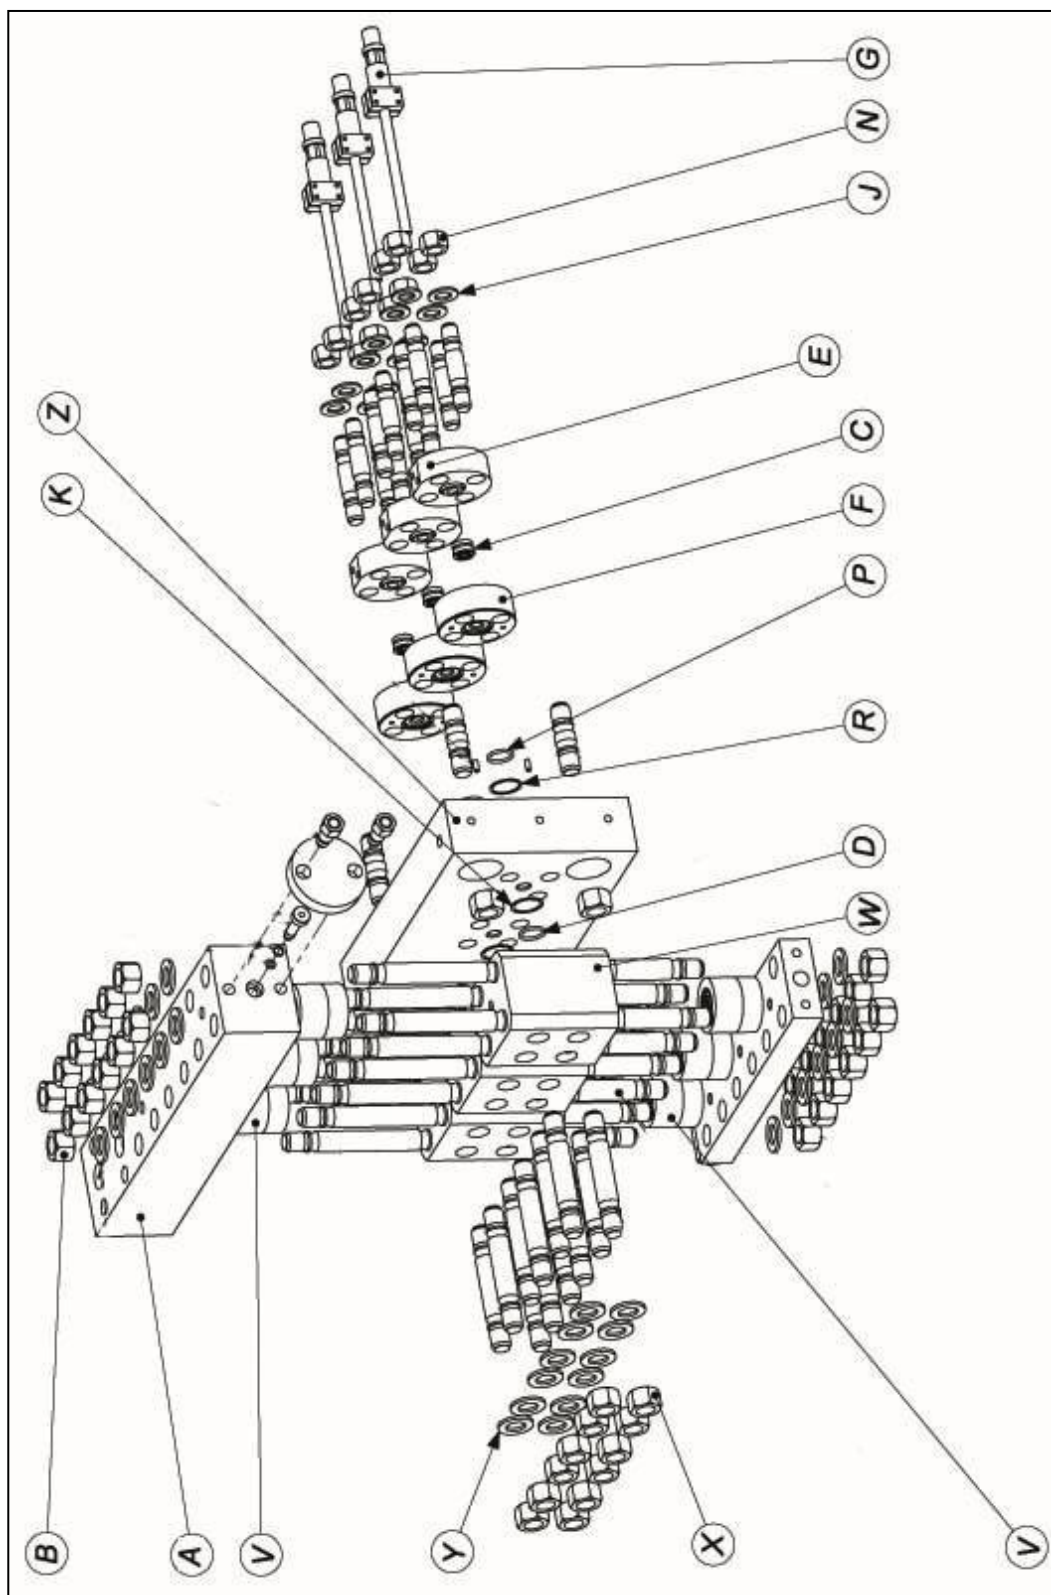

ABBILDUNG 4.4.3
Siehe Abbildung 4.4.3:
- in der Ansaugung: der Ansaugsammler gelöst und abmontiert werden, die Befestigungsflansche der Ventilgruppe (wenn vom Sammler getrennt, Pos. U Abbildung 4.4.3) ausgebaut werden*
- am Zufluss: der Zuflusssammler (Pos. A, Abbildung 4.4.3) ausgebaut werden. Dann muss die Homogenisiergruppe und eventuell das andere Zubehör des Kopfes (Druckmesser, Sicherheitsventil) abgenommen werden*